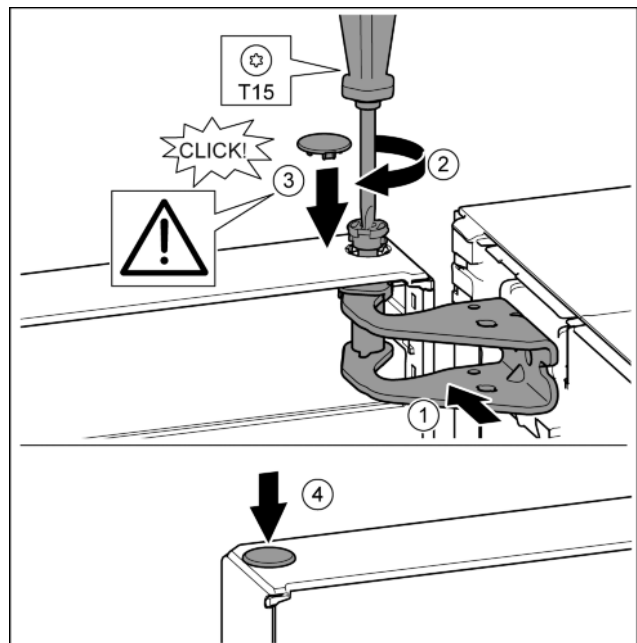

Fig. 18
- ▶ Orienter la porte en haut pour l'ouverture dans le support de palier. Fig. 18 (1)
- ▶ Poser le boulon et le visser avec un tournevis T15. Fig. 18 (2)
- ▶ Monter le cache de sécurité pour sécuriser la porte : Mettre en place le cache de sécurité et vérifier qu'il repose sur la porte. Sinon, enfoncer à fond le boulon. Fig. 18 (3)
- ▶ Mettre le bouchon en place. Fig. 18 (4)